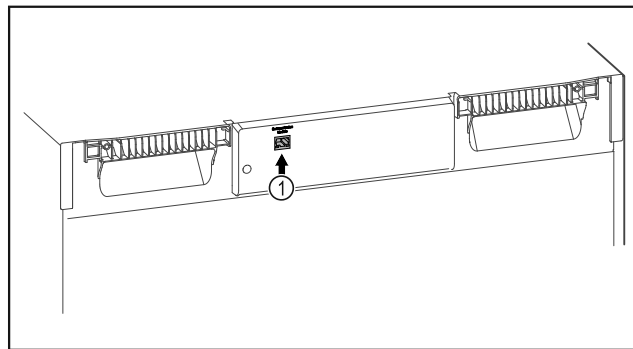

Fig. 113
- SmartModule Fig. 113 (1) встановлено.